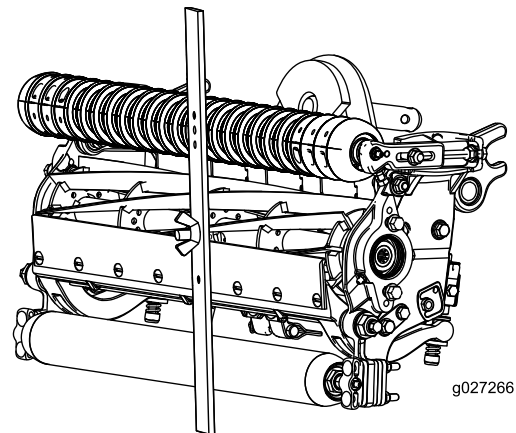

Bild 17
4. Haken Sie den Schraubenkopf an die Schnittkante des Untermessers ein, und stützen Sie das hintere Ende der Leiste auf der Heckrolle ab (Bild 17).
5. Drehen Sie die Einstellschraube, bis die Frontrolle die Messlehre berührt (Bild 17). Stellen Sie beide